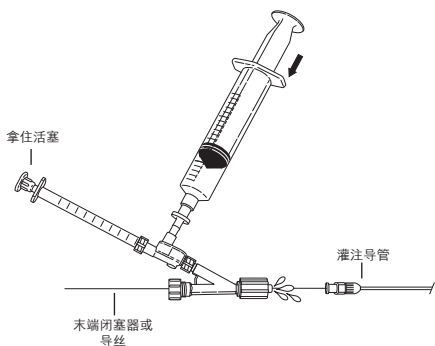

图5
7. 放松Tuohy-Borst阀，将双向止回阀和Tuohy-Borst接头组合装置沿末端闭塞器滑动，使之与灌注导管相连接。在将组合装置与导管连接之前，拿住1毫升注射器的活塞不动，推20毫升注射器以保证将装置中的所有气泡排出。在连接至灌注导管之前，在Tuohy-Borst 接头的路厄扣锁装置中留下半月面的溶液量。(图5)